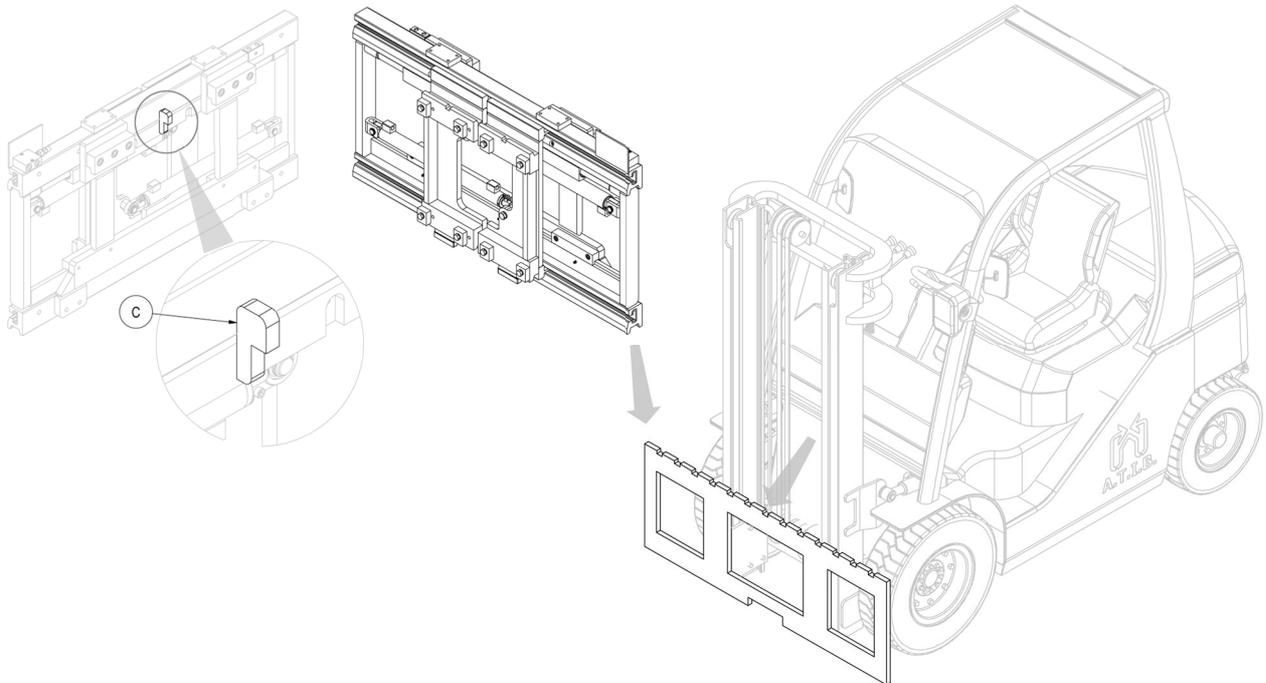

Figure 11
6. Avec un pont roulant ou un palan d'une portée suffisante, positionner l'équipement sur le tablier porte-fourches, en prenant soin d'encaster la dent de centrage **C** dans l'encoche centrale de celle-ci (voir *Figure 11*).